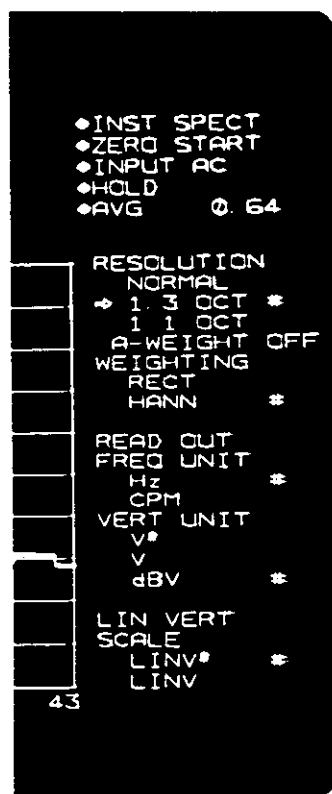

図 6-2 RES /WGT メニュー
- ① **SETUP** セクションの **RES /WGT** スイッチを押しますと、[図 6-2] に示すような **RES /WGT** メニューが表示されます。
- ② **SETUP** セクションの   スイッチによって移動子 (⇄) を “1/3 OCT” または “1/1 OCT” へ移動し、**SETUP** スイッチを押します。このとき、“**A-WEIGHT OFF**” というメニューが表示されますが、再度 **SETUP** スイッチを押しますと、“**A-WEIGHT ON**” と変化します。以後、**SETUP** スイッチを押すごとに、ON/OFF が交互に設定されます。
- ③ 他のメニューの設定および操作方法については、「3-3. 各スイッチの操作方法」の項を参照して下さい。